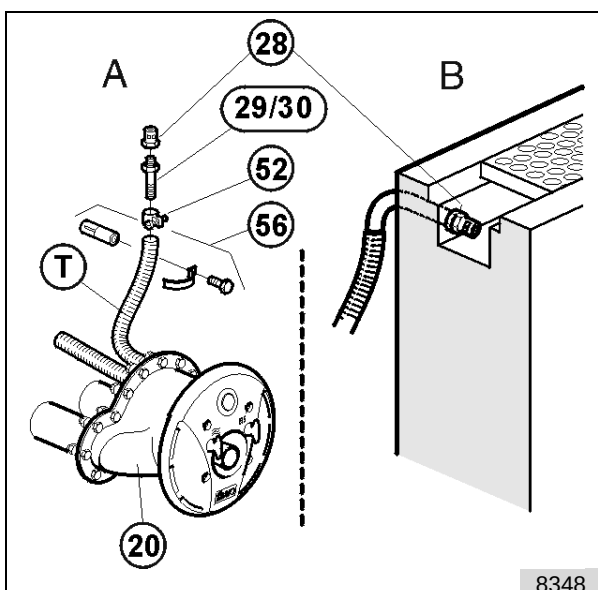

fig. 23
Fissare la valvola dell'aria (28) alla parete della vasca o simile mediante il set di serraggio (56). In caso di canaletta al livello del suolo collocare la valvola dell'aria (28) nella canaletta, vedere la fig. 23, dettaglio B.